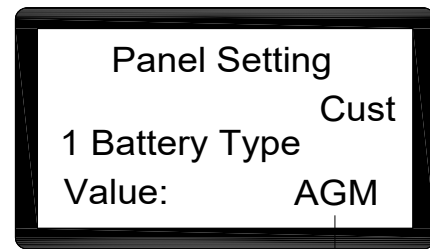

Abb. 6
1. Drücken Sie die Wasserdurchflusstaste „-“ (A, Abbildung 6) und gleichzeitig „+“ (B, Abbildung 6).
2. Stecken Sie den Zündschlüssel (C, Abbildung 6) ein und schalten Sie ihn auf „I“.
3. Gehen Sie einige Sekunden später zum Bildschirm des Akkuauswahlmodus (Abb. 6).
4. Drücken Sie die Wasserdurchflusstaste „-“ (A, Abbildung 6) und gleichzeitig „+“ (B, Abbildung 6), um den Akkumodus auszuwählen (H, Abbildung 6).
5. Drücken Sie die Entriegelungstaste (D, Abb. 6), Die Anzeige „Update OK“ nach 3 Sekunden bedeutet, dass die Einstellung erfolgreich war, starten Sie die Maschine neu. (C, Abbildung 6).